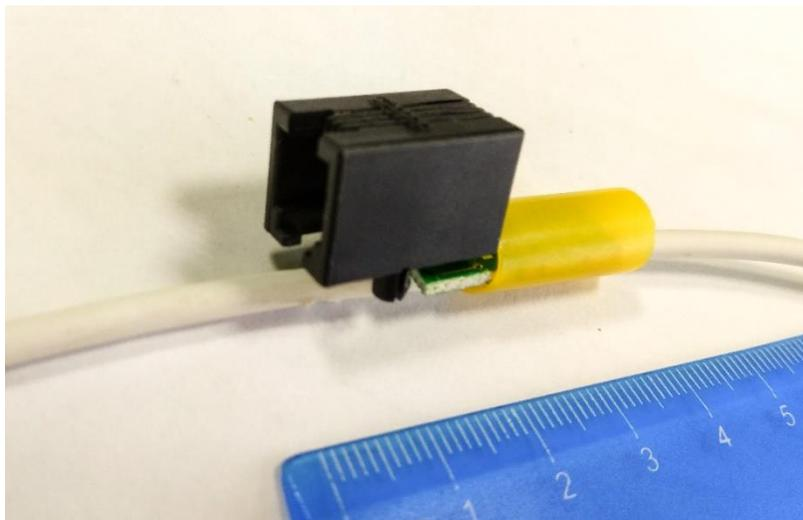

Рис.7.1. Внешний вид датчика тока Л20
7.4. Требуется соблюдать полярность подключения. Внешний вид и схема подключения приведены на рис. 7.1., 7.2. и 7.3. соответственно.